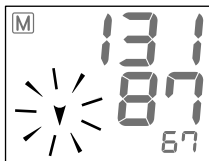

Рис.12
2. Нажмите кнопку «/». На дисплее кратковременно отобразятся все символы. Далее на дисплее появится результат предыдущего измерения, замигает символ сравнения и прибор выпустит остатки воздуха из манжеты (рис.12).